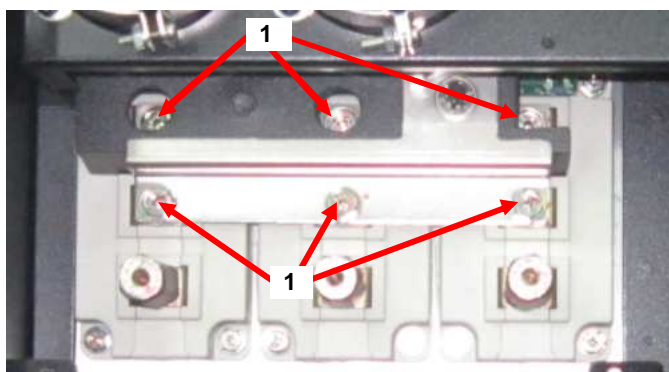

Рис. 6.13. Контакты блока конденсаторов.
6.10.4. Отвернуть шесть винтов 1 крепления шин ЗПТ к выводам модулей IGBT (рис.6.13).